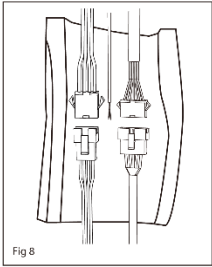

Fig 8
3. Wie in Abb. 8 dargestellt, verbinden Sie die Anschlussklemmen der Innen- und Außengeräte. Umwickeln Sie dann die Anschlussklemmen mit einem Stück Schaumstoff, wobei jede Anschluss separat mit dem Schaumstoff umwickeln. Vermeiden Sie Lücken zwischen den einzelnen Kabeln.
Verwenden Sie ein Stück Wärmeisoliermantel, wie in Abbildung 8 gezeigt, um die Anschlussklemmen zu umschließen. Bedecken Sie den Isoliermantel mit Schaumstoff und befestigen Sie ihn mit Kabelbindern.